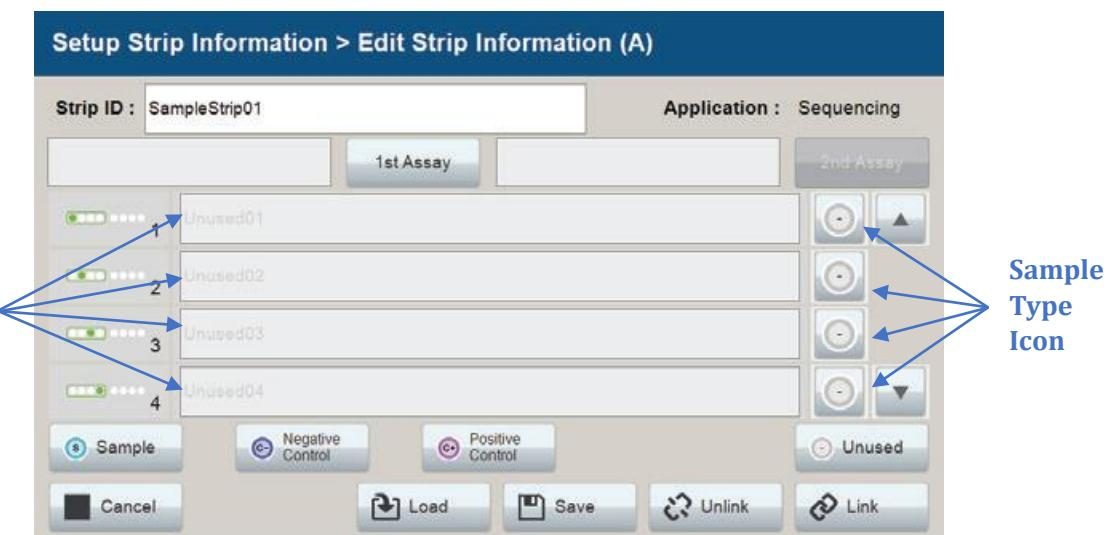
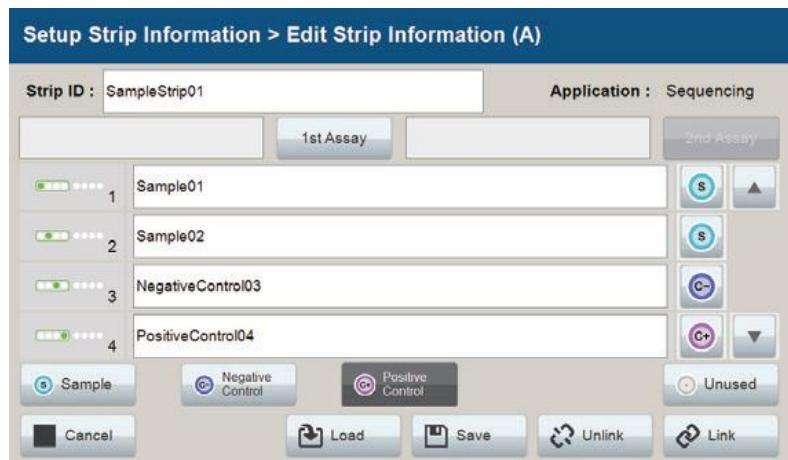
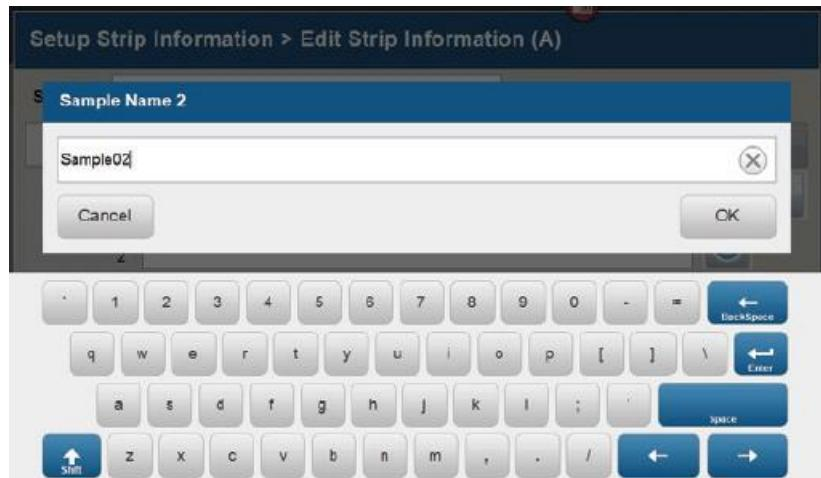

図 84 Edit Strip Information 画面のサンプルタイプ、サンプル名の設定
図 85 Edit Strip Information 画面でのサンプル名入力
図 86 Set Sample Name ウィンドウ
2. Edit Strip Information 画面（図 84）のサンプルタイプを選択します。
3. ウェルにサンプルタイプを割り当てるには、Edit Strip Information 画面の下部にある適切なサンプルタイプを選択し（図 84）、目的のウェルの Sample Name ボックスの右側にある **Sample Type** アイコンを選択します。このアイコンは、そのウェルで選択されたサンプルタイプを表示します。（図 85）
4. Edit Strip Information 画面（図 85）のウェル番号の横にある **Sample Name** ボックスを選択して、各ウェルの位置にサンプル名を入力します。Set Sample Name ウィンドウが表示され、タッチスクリーン上のキーパッドがアクティブになります。（図 86）また、Spectrum Compact System にキーボードが接続されている場合は、キーボードを使用してサンプル名を入力することもできます。適切なサンプル名を入力し、**OK** を選択して画面を終了し、Edit Strip Information 画面に戻ります。
インジェクションセットにランアッセイを割り当てるには、**1st Assay** フィールドの右側にある **1st Assay** を選択します。(図 85)